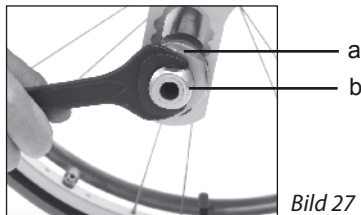

Bild 27
1. Lösen Sie beidseitig die Alu-Muttern SW 41 (Bild 27 a)
2. Stellen Sie durch Verdrehen der Antriebsradbuchse SW 24 (Bild 27 b) die Spur wieder korrekt ein. Dabei gilt: Beim Verdrehen der Antriebsradbuchsen in Fahrtrichtung schließt sich die Spur vorne. Beim Verdrehen gegen die Fahrtrichtung verhält es sich genau umgekehrt